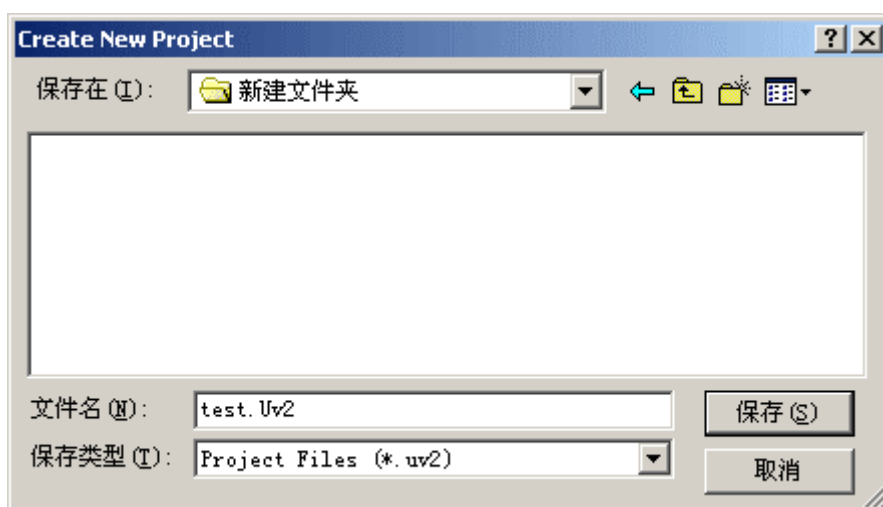

图 1 - 3 文件窗口
(2) 选择所要的单片机，这里我们选择常用的 Atmel 公司的 AT89C51。此时屏幕如图 1 - 4 所示。AT89C51 有什么功能、特点呢？不用急，看图中右边有简单的介绍，稍后的章节会作较详细的介绍。完成上面步骤后，我们就可以进行程序的编写了。